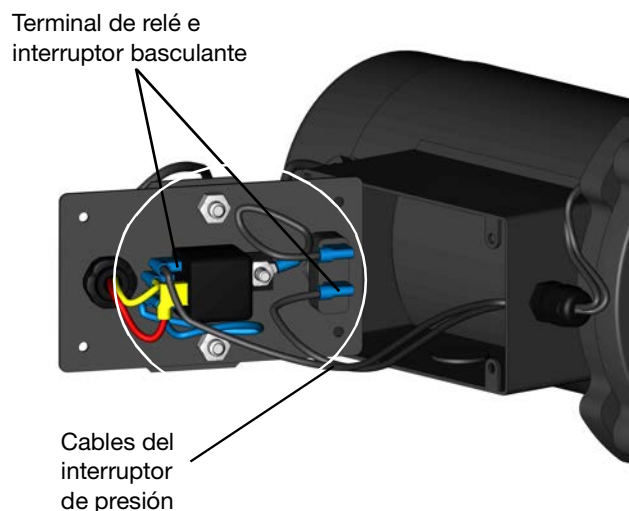

FIG. 41
10. Conecte los cables del interruptor de presión al terminal de relé y de interruptor basculante (FIG. 41).
8. Crimpe los conectores en el extremo de los cables del interruptor de presión (FIG. 41).